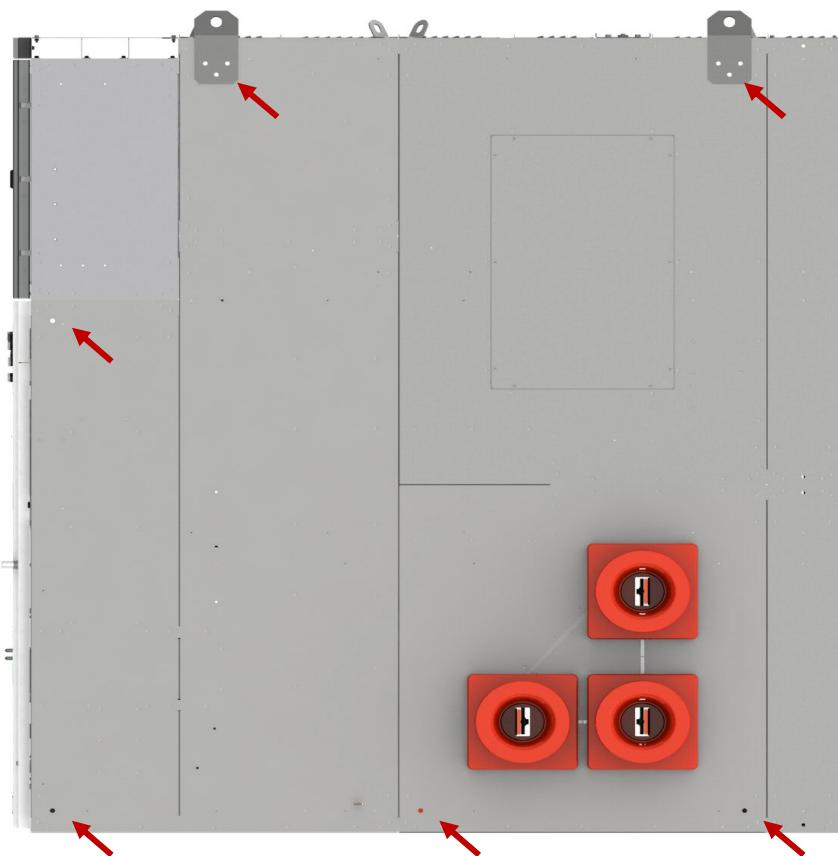

Рис. 18 Места скрепления соседних шкафов КРУ
2.5.2.4 Стянуть смежные боковые стенки установленных шкафов КРУ болтами M12x20 DIN6923 из комплекта ЗИП согласно рис. 18.